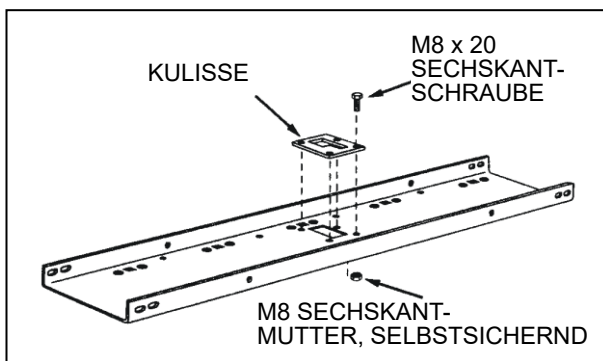

ABB. 1
1. Schrauben Sie mithilfe der vier Sechskantschrauben M8 x 20 und der vier selbstsichernden Sechskantmutter M8 die Kulissenplatte an die Oberseite der Zinkenabdeckung – gemäß Abbildung 1. Ziehen sie alles fest.